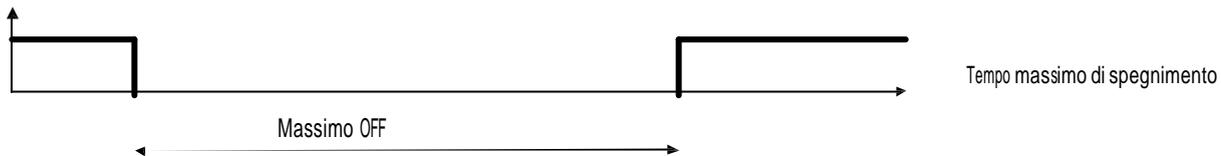

Fig. 7.2
- temps max. d'extinction d'une charge (max. OFF) - Fig. 7.2;